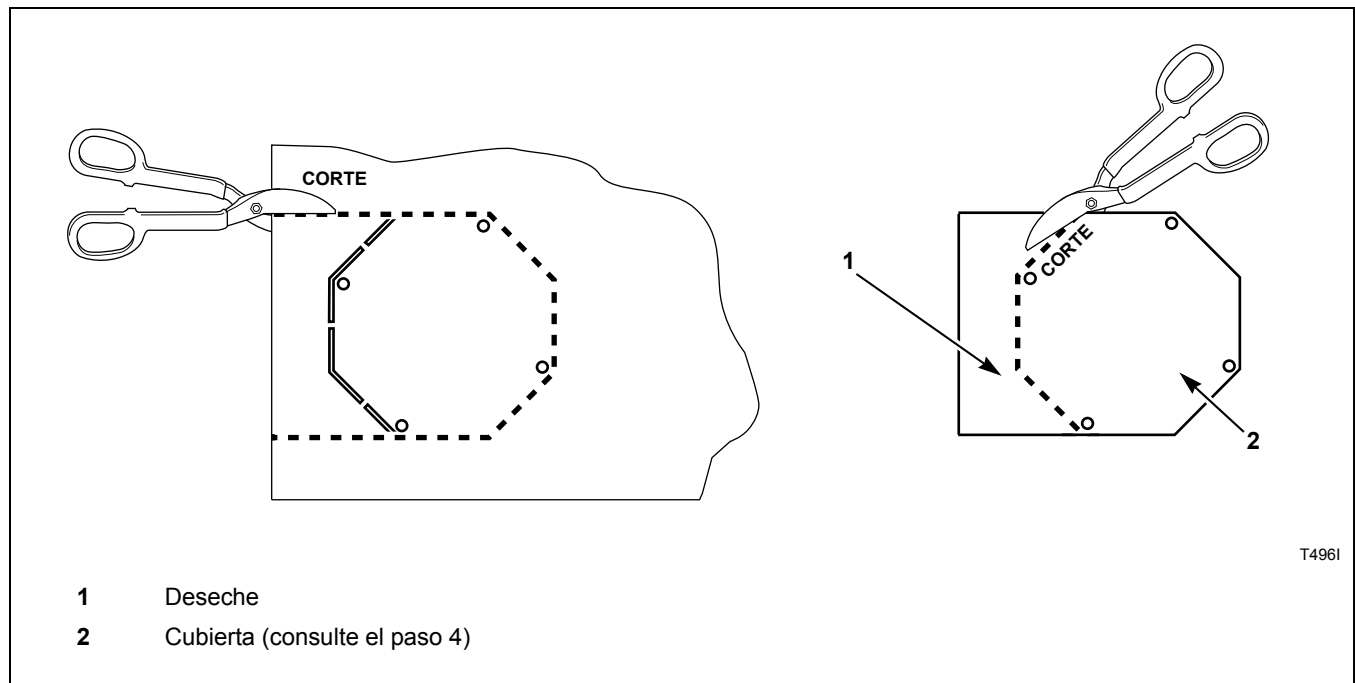

Figura 10
3. Recorte la forma de la cubierta del protector de la correa. Consulte la *Figura 10*.